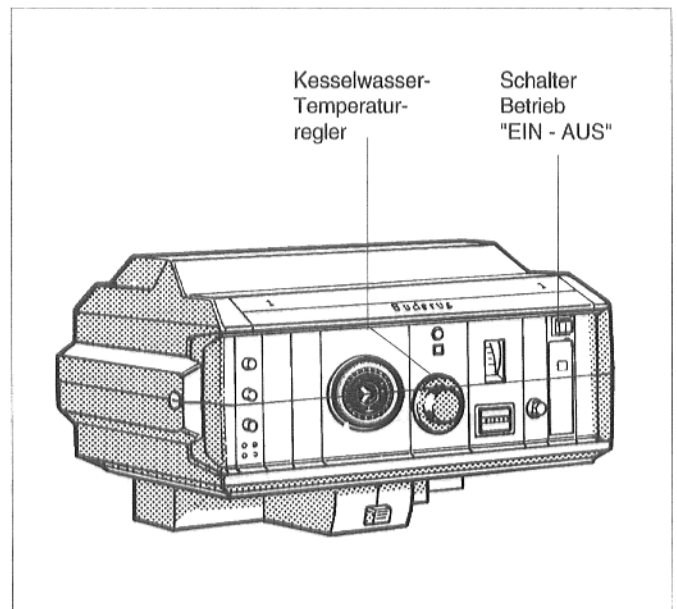

Abb. 20: Regelgerät HS 3220
- Schalter Betrieb (Abb. 20) in Stellung I (EIN) stellen.
- Kesselwasser-Temperaturregler (Abb. 20) auf die gewünschte Temperatur einstellen. Bei "Ecomatic"-Regelung auf "AUT" stellen.